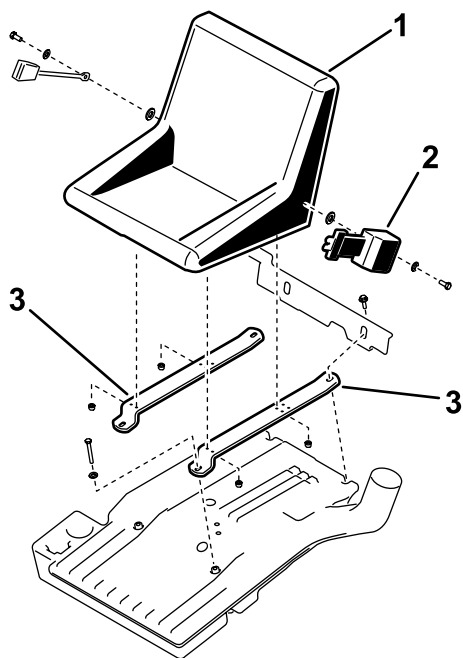

Рисунок 1
1. Отверните 4 болта с шайбами, которые крепят опорные планки сиденья к топливному баку (Рисунок 1).
3. Отверните и удалите в отходы болты и шайбы, которые крепят ремень безопасности к имеющемуся сиденью (Рисунок 1).
4. Отверните и удалите в отходы 4 контргайки, которые крепят сиденье к опорным планкам (Рисунок 1).